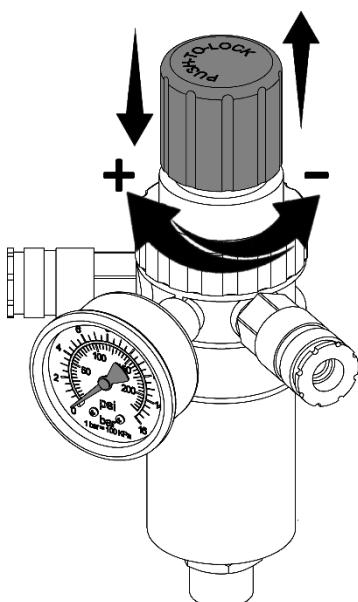

Рисунок 6 - Настройка давления на компрессоре СБ4-150.OLD20×3С
7.3.1 Настройка давления в подсоединеных исполнительных устройствах регулятором давления осуществляется следующим образом (рис. 6, 7):